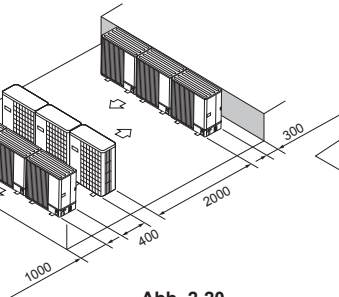

Abb. 2-20
- (6) Mehrfachanlagen in paralleler Anordnung (Abb. 2-20)